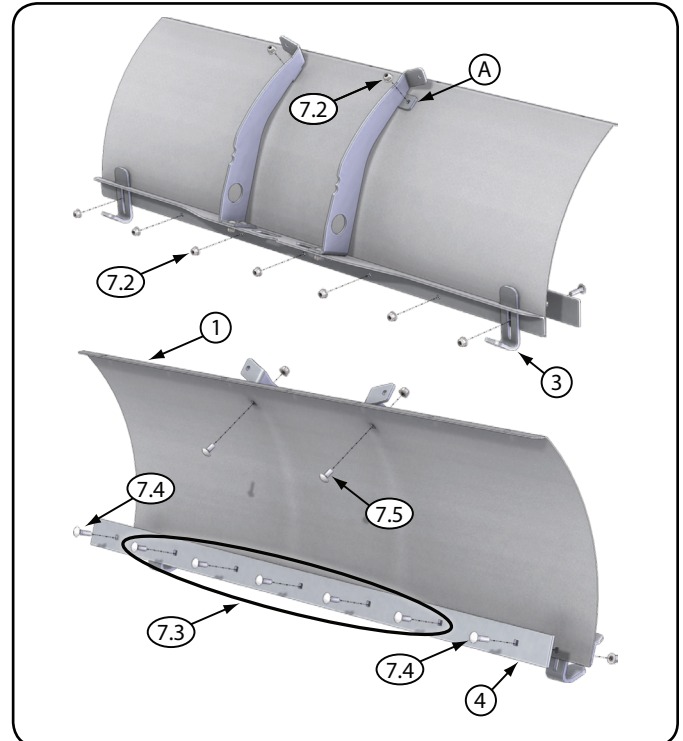

Figura 2 - Instalación de la barra de desgaste, marco y patas
2. Fije el conjunto del marco de la cuchilla a la cuchilla en locación "A" usando pernos de carruaje de cuello corto (7.5) de  $\frac{5}{16} \times \frac{3}{4}$  in. (7.9  $\times$  19.1 mm) y tuercas (7.2). Vea la figura 2.
3. En seguida, fije la barra de desgaste (4) a la cuchilla de arado (1) instalando los cinco pernos de carruaje estándares (7.3) de  $\frac{5}{16} \times 1$  in. (7.9  $\times$  25.4 mm) en el centro a través de la barra de desgaste (4), cuchilla de arado (1), y el soporte de apoyo (2). Asegure los pernos de carruaje con tuercas (7.2) de  $\frac{5}{16}$  in. (7.9 mm). Vea la figura 2.
4. Instale las patas de la cuchilla (3) como se muestra en la figura 2 usando los pernos de carruaje estándares (7.4) de  $\frac{5}{16} \times 1\frac{1}{4}$  in. (7.9  $\times$  31.8 mm).